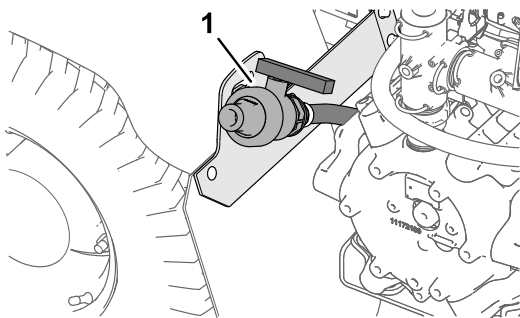

Figura 49
2. Localice la válvula de vaciado del depósito, situada en el guardabarros trasero izquierdo de la máquina (Figura 49).